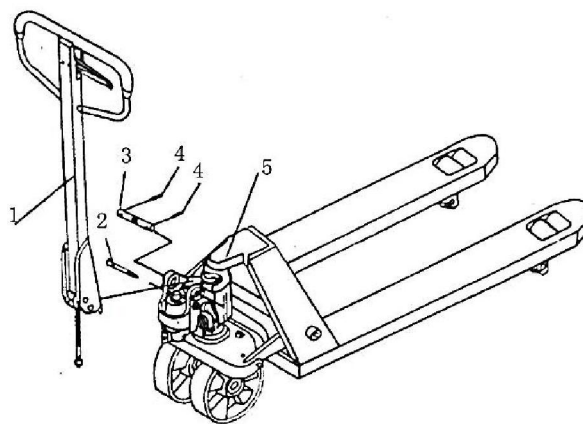
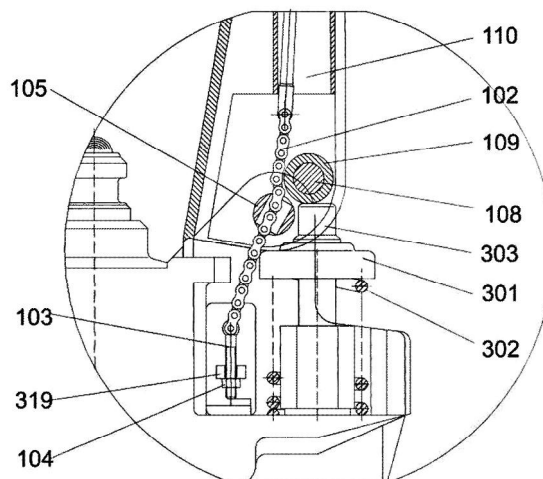

Fig. 4: montaje de la barra de tracción
Fig. 5: acoplar el tornillo de ajuste
Paso 2: Inserte la barra de tracción (1, fig. 4) en el émbolo (303, fig. 5) e introduzca el pasador (3, fig. 4) en los orificios de la bomba hidráulica y la barra de tracción. Coloque el perno en posición con ayuda de un martillo.
- Paso 3: Ajuste la palanca de funcionamiento (1, fig. 3) en la posición DESCENSO y pase la cadena (102, fig. 5) con la tuerca de regulación (104, fig. 5) y el tornillo de ajuste (103, fig. 5) a través del orificio del perno (3, fig. 4).
- Paso 4: Presione la barra de tracción hacia abajo y retire el pasador (2, fig. 4) que fija el resorte.
- Paso 5: Ajuste la palanca de funcionamiento en la posición ASCENSO y acople el tornillo de ajuste (103) en el soporte de la válvula de descarga (319, fig. 5). **ATENCIÓN:** la tuerca de regulación (104) debe encontrarse en la parte inferior del soporte de la válvula de descarga.
- Paso 6: Asegure el perno (3, fig. 4) con el pasador de seguridad (4) con ayuda de un martillo. De esta manera, la barra de tracción se sitúa junto a la bomba.
DESCENSO	Palanca en posición superior. Al soltar, la palanca vuelve automáticamente a la posición media. O: pisar el pedal (4, fig. 4) de la carcasa de la bomba.
Si la horquilla se eleva a la posición de palanca CONDUCCIÓN al bombear, es preciso girar la tuerca de regulación (104, fig. 5) o el tornillo de ajuste (103, fig. 5) en sentido de las agujas del reloj hasta que la posición CONDUCCIÓN se mantenga sin cambiar la posición de la horquilla.
de regulación (104, fig. 5) o el tornillo de ajuste (103, fig. 5) en sentido contrario a las agujas del reloj hasta que la posición CONDUCCIÓN se mantenga sin cambiar la posición de la horquilla.
Si la horquilla no desciende a la posición DESCENSO, es preciso girar la tuerca de regulación (104, fig. 5) o el tornillo de ajuste (103, fig. 5) en sentido de las agujas del reloj hasta que la horquilla descienda a la posición DESCENSO. A continuación, compruebe el funcionamiento con la posición de horquilla CONDUCCIÓN como se describe arriba.
Si la horquilla no se eleva a la posición de palanca ASCENSO al bombear, es preciso girar la tuerca de regulación (104, fig. 5) o el tornillo de ajuste (103, fig. 5) en sentido contrario a las agujas del reloj hasta que la horquilla se eleve a la posición de palanca ASCENSO al bombear. A continuación, compruebe el funcionamiento con la posición de palanca CONDUCCIÓN como se describe arriba.